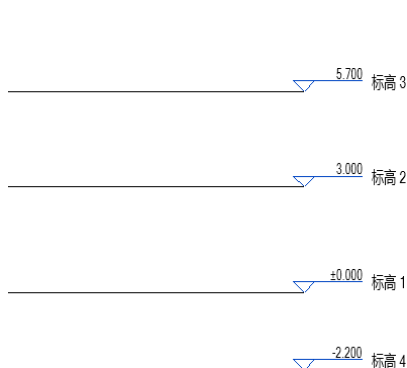

图 15-3 绘制标高线
(4) 单击“结构”选项卡“基准”面板中的“标高”按钮, 打开“修改|放置 标高”选项卡和选项栏, 绘制标高线, 如图 15-3 所示。